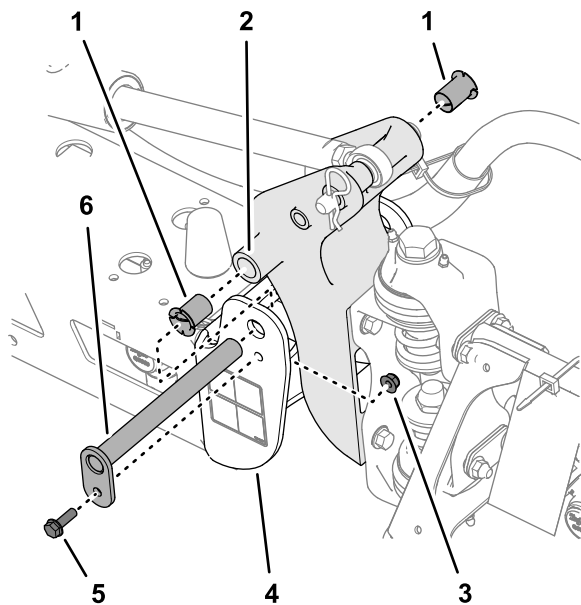

Figura 115
3. Togliete il bullone e il dado che fissano il perno di articolazione, quindi togliete il perno (Figura 115).
5. Togliete le boccole di nylon dal lato frontale e posteriore della staffa orientabile e controllatele (Figura 115).
6. Lubrificate le boccole di nylon con una piccola quantità di olio e montatele sulla staffa orientabile (Figura 115).
7. Allineate i fori nella staffa orientabile con i fori nel canale terminale (Figura 115).